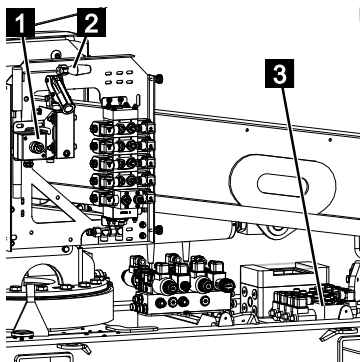

Abb. 124
4. Den Servicetaster (Abb.124/1) betätigen.
5. Das gewünschte Ventil am Ventilblock (Abb.124/3) durch eindrücken mit dem Bedienhebel (Abb.124/2) oder durch eindrehen der Ventilbetätigung bedienen.